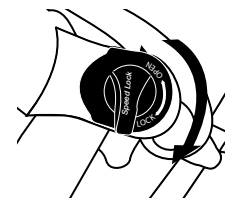

Figure 20.
- Pour verrouiller la fourche suspendue, tournez la molette de verrouillage/réglage dans le sens indiqué par la flèche avec l'inscription « LOCK » ou « FIRM » jusqu'à la butée (Figure 20).